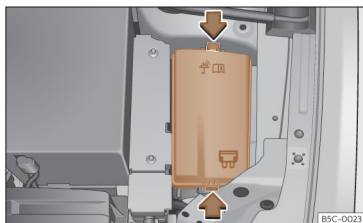

Fig. 53 En el vano motor: tapa de la caja de fusibles.
- Presione las pestañas de bloqueo para desbloquear la tapa de la caja de fusibles » **fig. 53**.